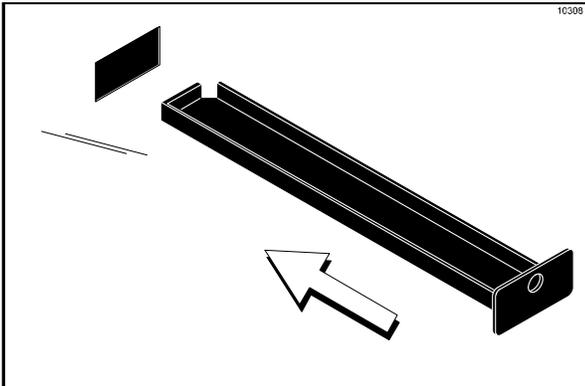

图 66
12. 拆卸、清洗并重新安装左右两侧面板上的两个带缺口的滴料盘。（见图 66。）